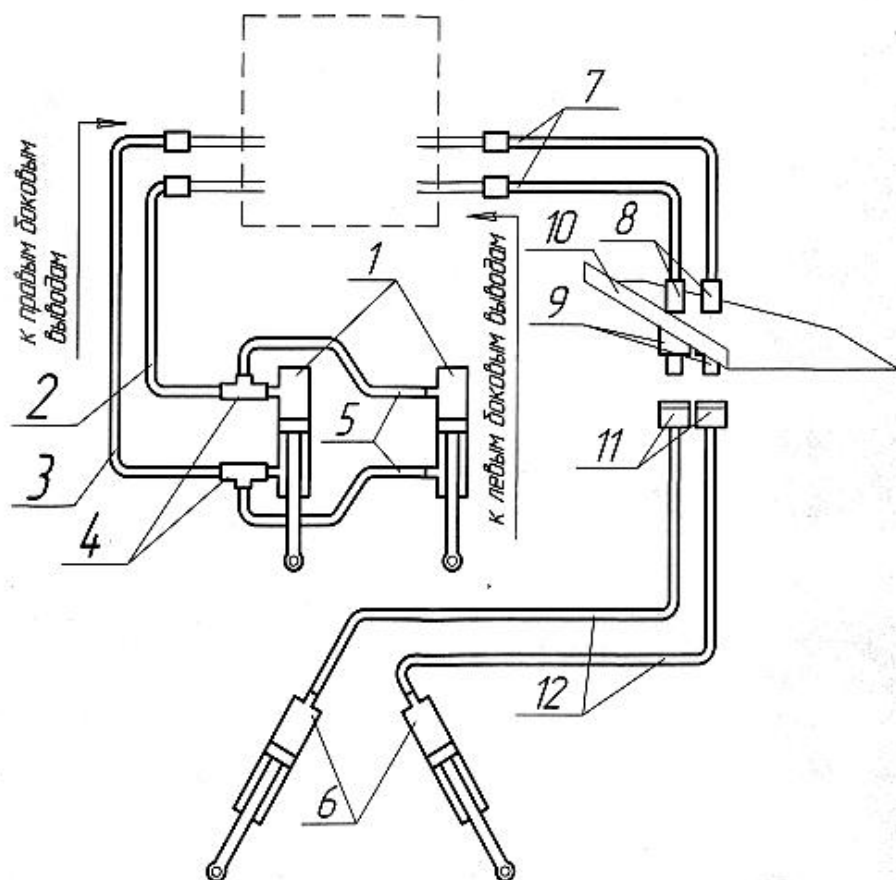

Рисунок 2.
7. Соединить гидромагистраль поворотных цилиндров (рис.2) розетками 11 к ниппелям 9 кронштейна 10;